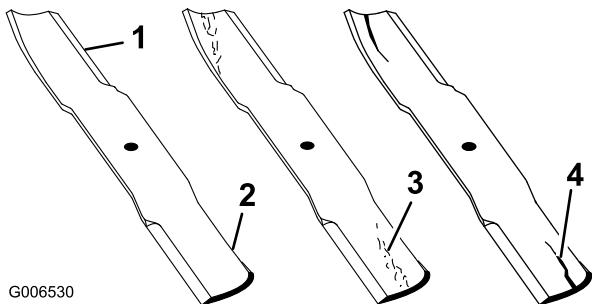

Figure 74
1. Examinez le tranchant des lames (Figure 74). Si les lames ne sont pas tranchantes ou si elles présentent des indentations, déposez-les et aiguisez-les. Voir Affûtage des lames.
2. Inspectez les lames, surtout la partie relevée (Figure 74). Remplacez immédiatement toute lame endommagée, usée ou qui présente une entaille (Figure 74).